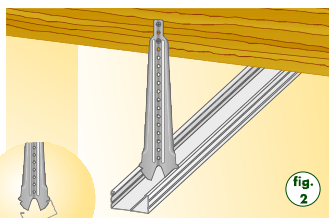

fig. 2
- Encajar sobre los cuelgues por presión los perfiles T-47, comprobando la verticalidad de la unión. (Fig. 2)